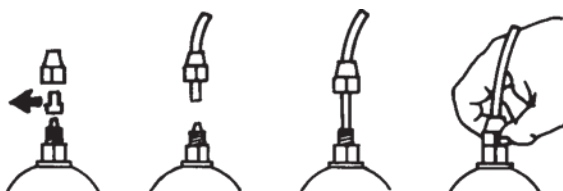

Fig. 7
E) Sfilare la due capsule di protezione dai raccordi, inserire fino in fondo i tubetti sui relativi attacchi conici e bloccarli con le apposite ghiere di fissaggio (Fig. 7).